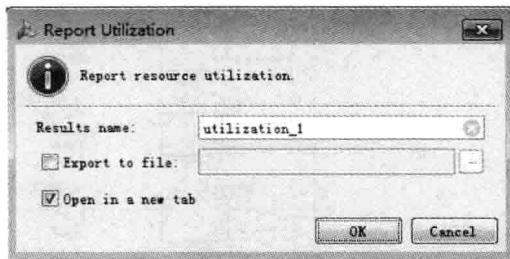

图 2.30 报告利用率对话框界面
(11) 如图 2.30 所示,出现 Report Utilization(报告利用率)对话框界面。默认地,报告名字是 utilization\_1。